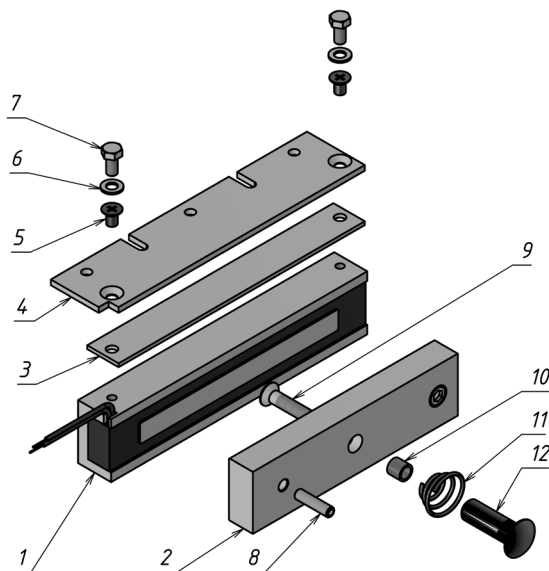

Рисунок 1 - Комплект поставки замка
3.1 В комплект поставки замка ALM-180FB (рисунок 1) входят:
- корпус (1) - 1 шт.
- якорь (2) - 1 шт.
- планка (3) - 1 шт.
- пластина (4) - 1 шт.
- винт M5x8 (потайн.) (5) - 2 шт.
- шайба 5 (6) - 2 шт.
- болт M5x10 (7) - 2 шт.
- штифт (8) - 1 шт.
- винт M6x35 (9) - 1 шт.
5.6 Винт крепления якоря (поз.9 рис.1) необходимо затянуть с усилием, достаточным для исключения его отворачивания в процессе эксплуатации. Рекомендуется ставить винт на стопорящий герметик типа «Анатерм» или на нитрокраску НЦ.